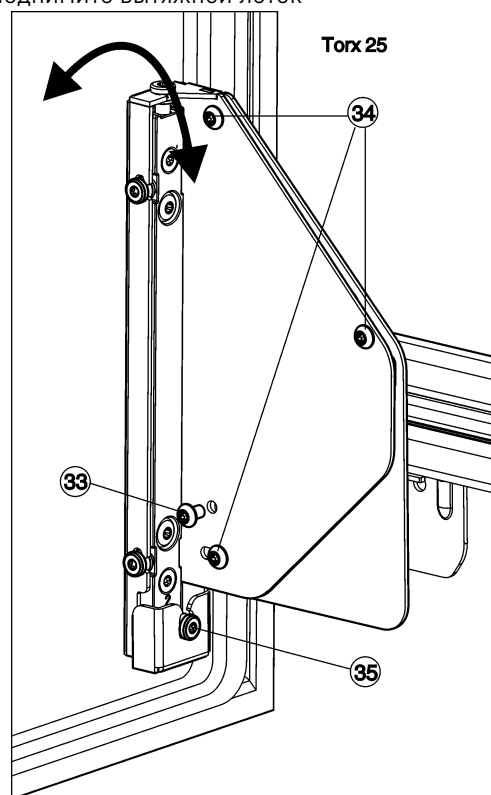

Fig. 26
- ▶ Полностью выкрутите винт Fig. 26 (33).
- ▷ Винт Fig. 26 (33) можно утилизировать, он больше не понадобится.
- ▶ Отпустите винты Fig. 26 (34) только на 1-2 оборота.
- ▶ Вращайте регулировочный винт Fig. 26 (35). По часовой стрелке: дверь вверх отклоняется от корпуса устройства. Против часовой стрелки: дверь вверх приближается к корпусу устройства, а внизу отходит от него.
- ▶ После окончания регулировки наклона снова прочно затяните все винты Fig. 26 (34).